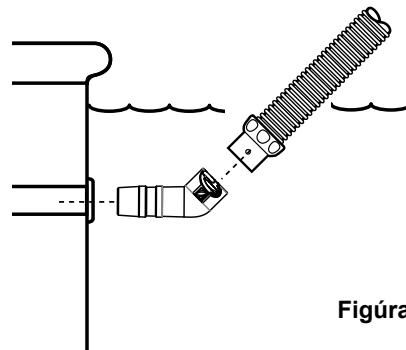

Figura 4
3. Incline el codo hacia arriba, hacia la superficie del agua (Figura 4).